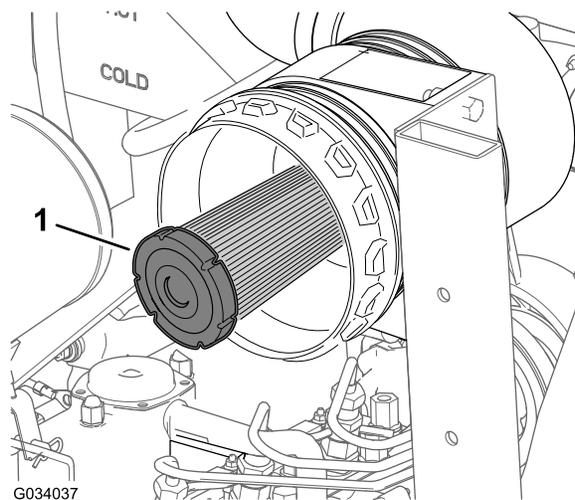

Рисунок 46
2. Проверьте контрольный фильтр воздухоочистителя на отсутствие пыли и загрязнений (Рисунок 46).
Внимание: Никогда не пытайтесь очистить контрольный фильтр (Рисунок 46). Замену контрольного фильтра следует производить после каждых трех обслуживаний фильтра грубой очистки.